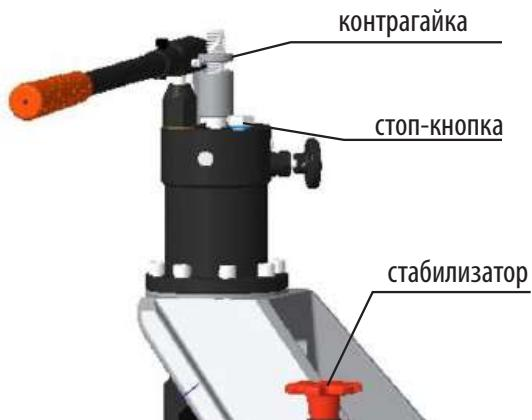

рис. 2
2. Поверните стопорную ручку по часовой стрелке до тех пор, пока она не коснется верхней поверхности масляного цилиндра. На этом этапе труба и роликовый желобонакатчик должны быть надежно закреплены друг с другом. См. рисунок 2.